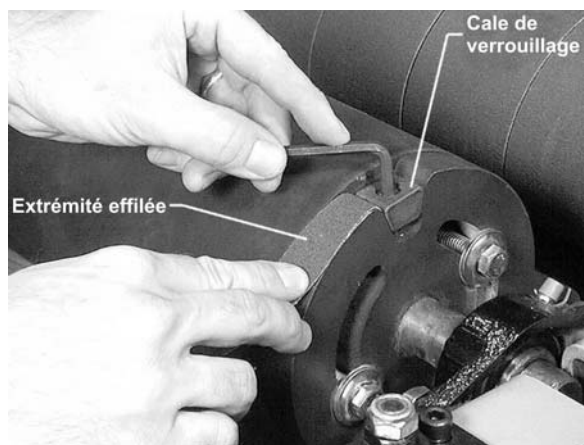

Figure 8
2. Retirez la vis à chapeau à tête creuse et la cale de verrouillage (Fig. 8) des deux extrémités du tambour.
5. Commencez à l'extrême droite du tambour et glissez l'extrémité droite effilée du rouleau abrasif dans l'embranchement (Fig. 8). placez la cale de verrouillage dans l'embranchement et serrez solidement à l'aide de la vis à chapeau